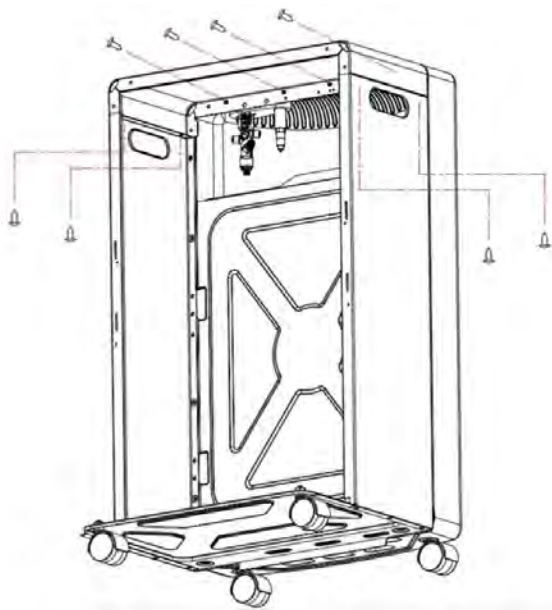

Рисунок 4
4. Присоедините верхнюю панель (5) к левой и правой стенкам с помощью 8 винтов 4*8 мм (см. рисунок 4)